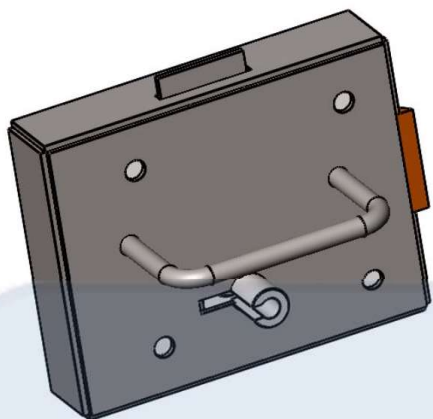

Рис.1
1.1. Замок камерный внутренний с защелкой СТИ.ЗК-01-01 (Рис. 1) предназначен для установки на внутренние двери для камерных и карцерных помещений и других помещений камерного блока.
- Замок камерный СТИ.ЗК-01-01, материал – сталь (Рис.1) – 1 шт.